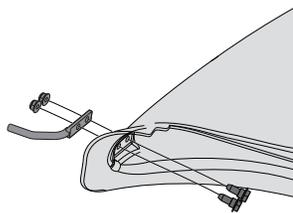

Figure 14
1. De l'intérieur de la botte, insérez les deux vis à tête hexagonale (738-1225) dans les trous à l'avant de la botte. Consultez la Figure 14.
2. Mettre la tige de montage (747-06043) en place sur les vis à tête hexagonale. Assurez-vous que l'extrémité de la tige est tournée vers l'extérieur de la botte. Consultez la Figure 14.
3. Commencer à visser les écrous de blocage de bride (712-04064) sur les vis à tête hexagonale. Consultez la Figure 14.